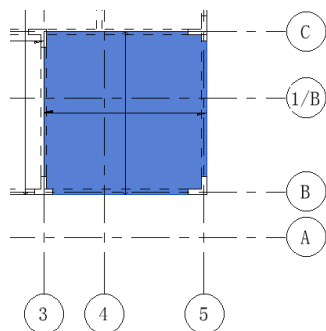

图 11-48 绘制厚度为 120mm 的结构楼板
(9) 单击“模式”面板中的“完成编辑模式”按钮，完成厚度为 120mm 结构楼板的创建，如图 11-48 所示。